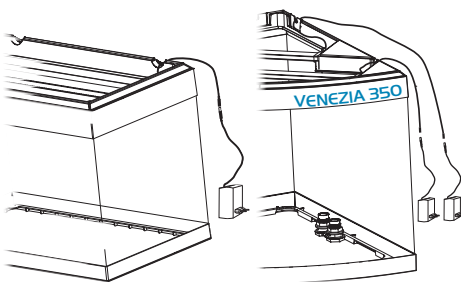

ABB. 9
2. Verbinden Sie das Beleuchtungssystem mit dem Verbinder an dem LED-Treiber. Abb. 9 zeigt ebenfalls die Verbindung von 2 Beleuchtungseinheiten auf einem Venezia 350 Aquarium. Verwenden Sie ausschließlich die im Lieferumfang dieser Beleuchtungseinheiten enthaltenen Treiber.